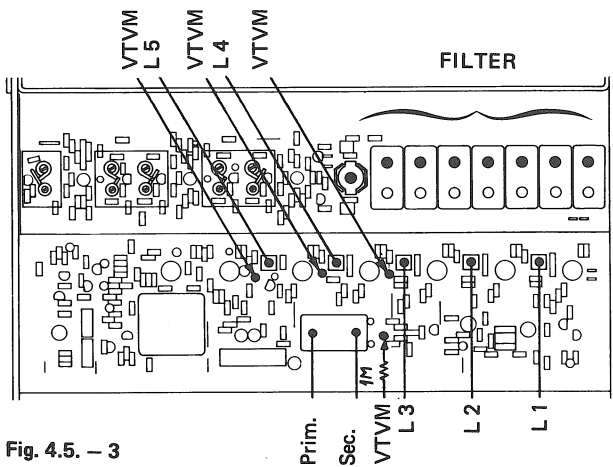

Fig. 4.5. — 3
- Connecter la sonde HF du V.à L. à l'entrée de IC 3 (CA 3053) sur la résistance R 7 de 220 ohms (fig. 4.5. — 2). Echelle de mesure: 1 VDC.
4.5.1. Appareil enclenché; seul l'interrupteur secteur POWER^① enfoncé.
4.5.2. Après avoir ôté le câble coaxial, connecter le câble FI du générateur à l'entrée du circuit mélangeur de l'étage haute-fréquence (fig. 4.5. — 2).
4.5.4. Connecter la sonde HF du V.à L. à l'entrée de IC 4 (220 ohms). Accorder le circuit 3 (bleu) au maximum de déviation de l'instrument: environ 0,8 V (fig. 4.5. — 3).